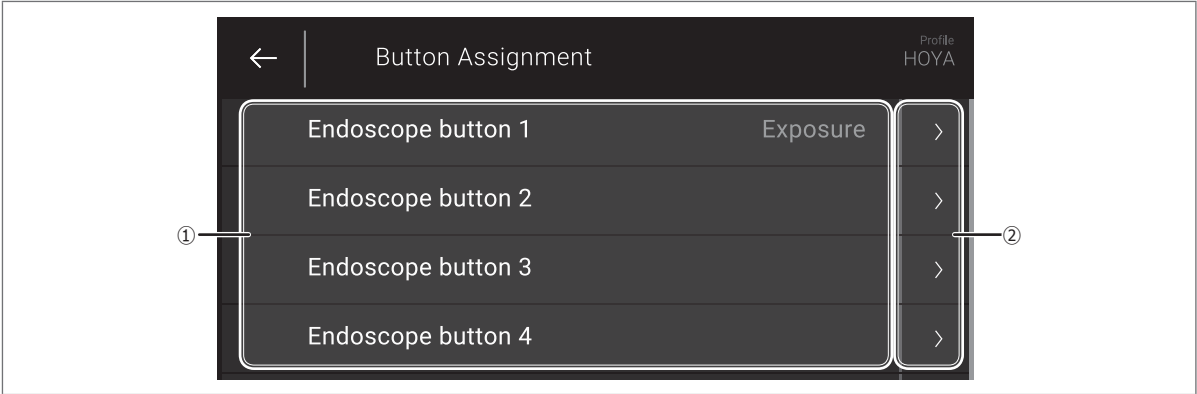

Рис. 5.82
1. В списке кнопок, отображаемом в меню назначения кнопок (стр.96, рис. 5.82), коснитесь кнопки назначения функций рядом с кнопкой дистанционного управления и/или ножным переключателем, которому необходимо назначить функцию.